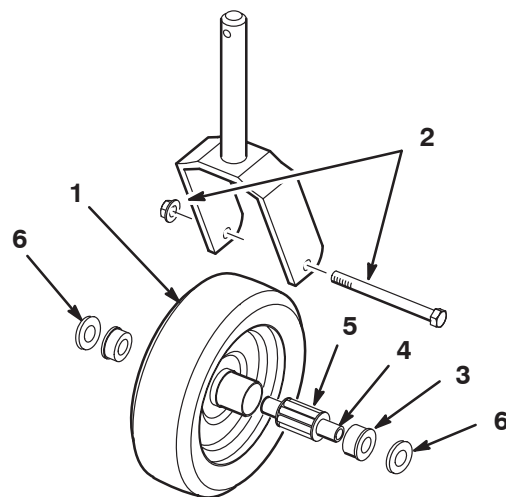

Bild 25
1. Nehmen Sie die Sicherungsmutter von der Kopfschraube ab, mit der das Laufrad zwischen der Laufradgabel gehalten wird (Bild 25). Halten Sie das Laufrad fest und schieben die Kopfschraube aus der Gabel ab.
2. Ziehen Sie die Spannerbüchse aus der Radnabe (Bild 25).
3. Entfernen Sie die Büchse aus der Radnabe und lassen Sie das Lager herausfallen (Bild 25). Nehmen Sie die Büchse aus der gegenüberliegenden Seite der Radnabe.
6. Schieben Sie die Spannerbüchse vorsichtig durch die Büchsen und die Radnabe (Bild 25).